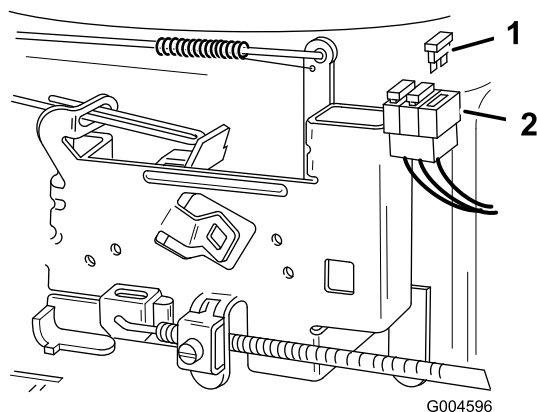

Figura 31
- Tirate il fusibile (Figura 31) per estrarlo dall'attacco.